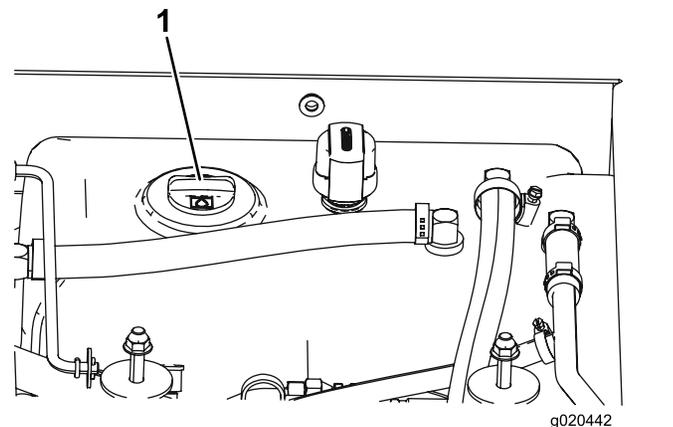

Рисунок 14
3. Очистите зону вокруг заливной горловины и крышки гидравлического бака (Рисунок 14). Снимите крышку заливной горловины.